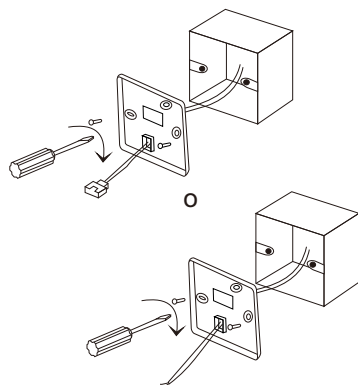

Fig.2
3. Como se muestra en la Fig.2, fije los tornillos $\varnothing 4 \times 20$ mm que se suministran junto con la cubierta trasera, luego pase los cables conductores a través de la cubierta trasera.